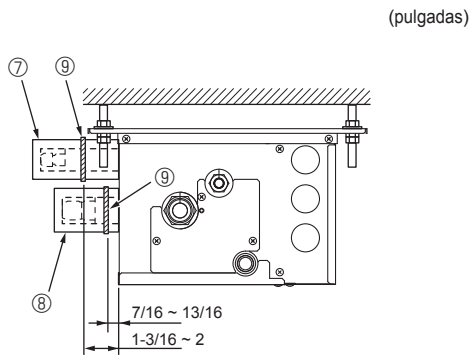

Fig. 7-4
- Ⓣ Cinta ⑨
- Ⓢ Cubiertas de los tubos ③ ④ ⑤ ⑥
► Utilice los siguientes procedimientos para la parte de conexión interior cuando la unidad interior no está conectada. (Fig. 7-4)
- (1) Para evitar fugas de refrigerante, asegúrese de que las tuercas abocardadas están apretadas según los pares* especificados en la tabla 3.
- (2) Para evitar la condensación, instale las cubiertas de las tuberías ⑦ ⑧ y apriételos con las cintas suministradas ⑨.